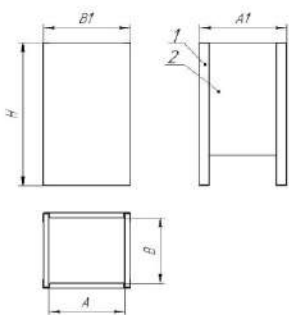

Рис. 1
- 3.1. Подставка под огнетушитель состоит из двух боковин **1** и корпуса **2** (рис. 1). Подставка не имеет подвижных частей.